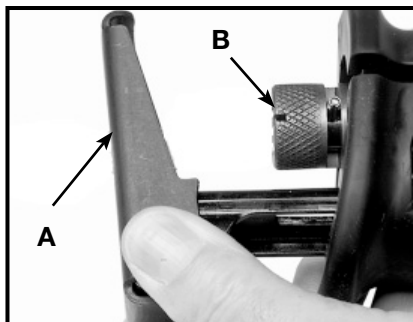

Fig. 2
2. Gire la zapata de guía (A) Fig. 2, hacia adelante para aumentar la entrada al seguro de segueta (B) Fig. 2.